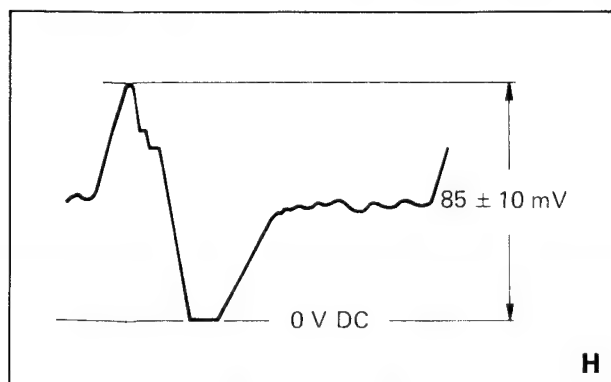

Bild 3-13
2. Tastkopf an TP 11 und Masse an TP 12, mit R70 85 mV einstellen (Bild 3-13).